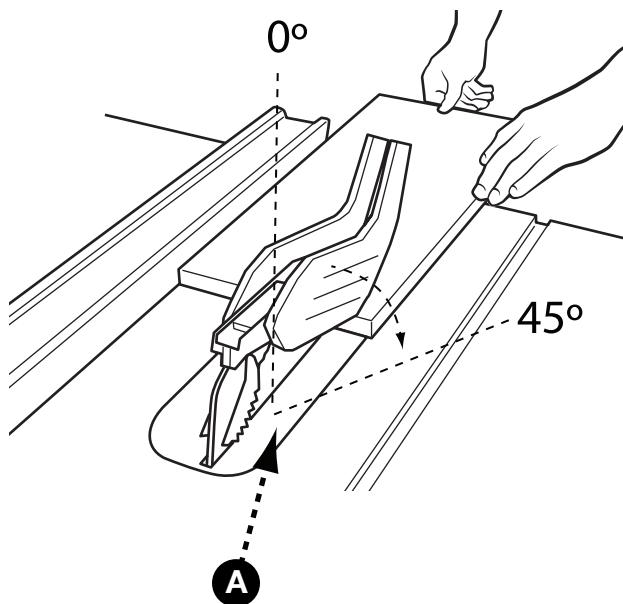

FIGURE 21
Les coupes longitudinales en biseau sont pareilles aux coupes longitudinales sauf que l'angle de biseau (A) est réglé à un angle autre que 0°. Lors des coupes longitudinales en biseau, placez le guide sur le côté droit de la lame afin qu'elle soit inclinée de l'autre côté du guide et des mains (figure 21).